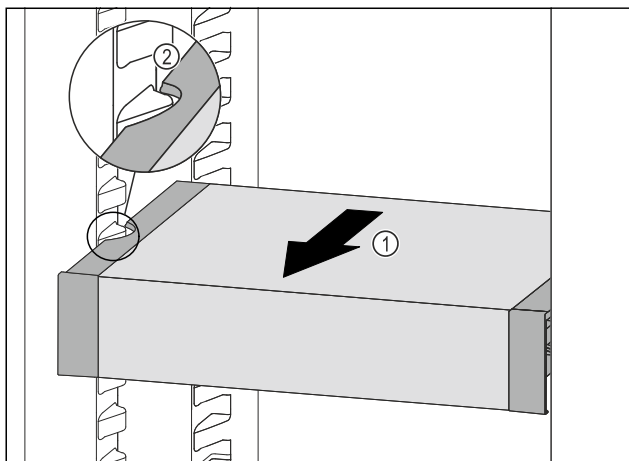

Fig. 126
- Ladicu VarioSafe vucite prema naprijed Fig. 126 (1) sve dok se bočni otvori ladice VarioSafe ne nađu na visini žlijeba spremnika u hladnjaku. Fig. 126 (2)